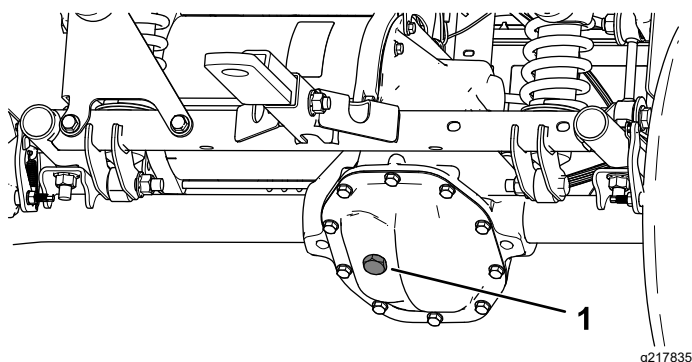

図 48
4. トランスアクスルについている補給プラグを外す 図 48。
5. オイルの量が少ない場合は、補給プラグを取り、穴からあふれ出てくるまで所定のオイルを補給する 図 48。
4. トランスアクスルの補給プラグを外して、穴から所定のオイルを入れる。補給穴からあふれ出てくるまで入れること 図 48。